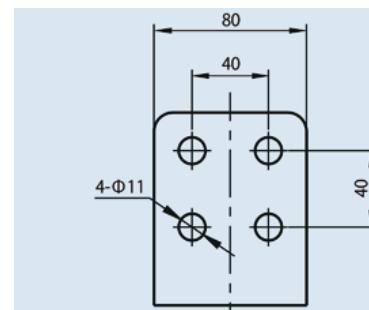

Рис. 6.2 Верхние выводы
6.2 Внешний вид и размеры выводов (см. рис. 6.2, 6.3).